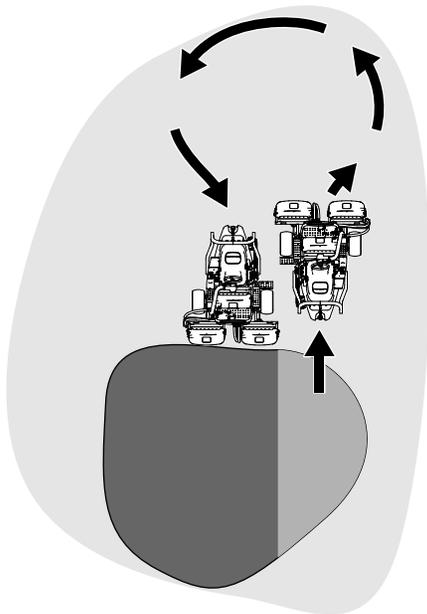

図 23
6. Uターンするとき、一旦反対側にハンドルを切ってから旋回すると、楽に、しかも効率良く回ることができます。例えば右に旋回したいときには、軽く左に振ってから右に回ると雨だれ形 **図 23** の旋回になって次の列そろえが楽になります。